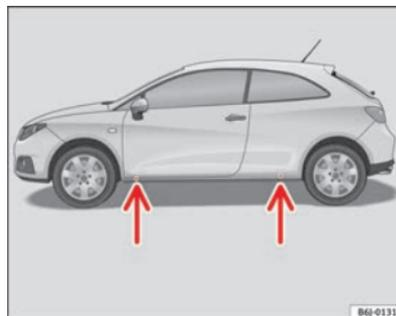

Fig. 128 Pontos de recepção do macaco
- Procure na longarina inferior o ponto de apoio mais próximo do pneu furado ⇒ página 219, fig. 128.
Na longarina inferior estão assinalados os pontos em que o macaco pode ser aplicado ⇒ página 219, fig. 128. Só existe um local previsto para cada pneu. O macaco não deve ser aplicado noutros pontos.